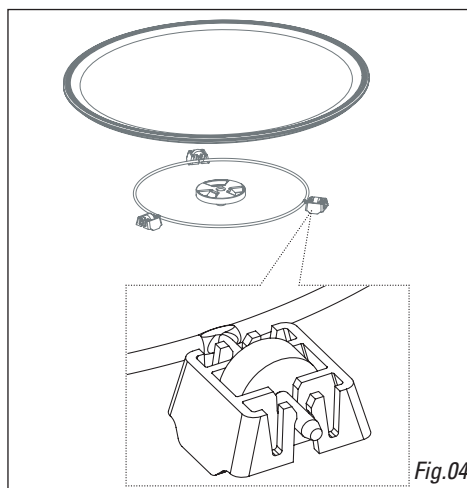

Fig.04
- **Le support avec axe d'entraînement** : guide le plateau tournant en verre dans sa rotation (Fig.04).
- **Les roulettes du support** : Les roulettes doivent être positionnées dans le bon sens (Fig.04). Si elles ne tournent pas correctement, vérifiez la présence éventuelle de corps étrangers sous les roulettes.